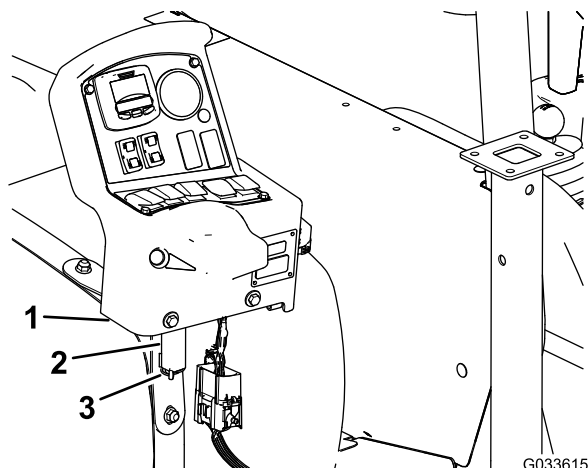

図 117
7. 車両のダッシュボードで、コントロール取り付けブラケットからコンソールを外し、コンソールのピボットピンを、タンクの前ベルトについている保管ブラケットにセットする 図 117;9 コントロールコンソールを機体に取り付ける (ページ 21)を参照。
8. ブラケットにコンソールを組み付け、ピボットピンをブラケットに入れてヘアピンで固定する (図 117)。